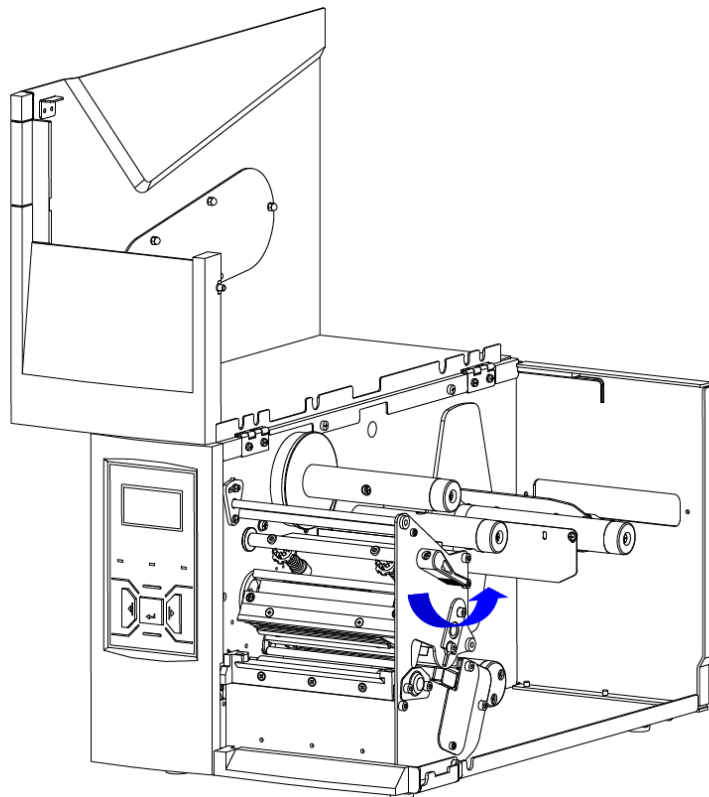

Рисунок 2-5 Откройте печатающую головку
2. Поверните рычаг против часовой стрелки, чтобы открыть печатающую головку. См. Рисунок 2-5.